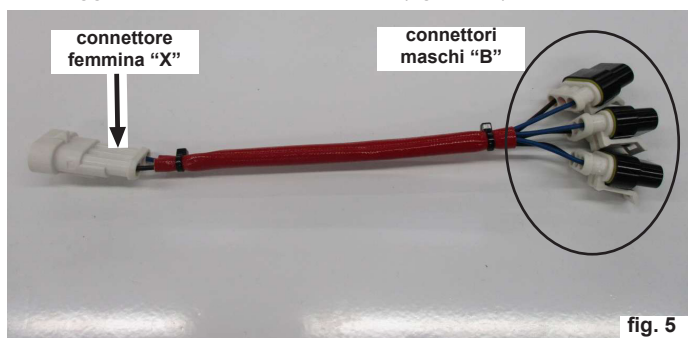

fig. 5
- Prendere il cablaggio collegamento resistenze (fig. 5) e collegare il connettore femmina "X" al connettore maschio "A" presente nel cablaggio alimentazione resistenza (fig. 2 e 6).
- Collegare il connettore femmina "Y" del cablaggio filo scaldante a un connettore maschio "B" del cablaggio collegamento resistenze (fig. 5 e 9).
- Collegare il connettore femmina "Z" del cablaggio con la resistenza in PTC ad un connettore maschio "B" del cablaggio collegamento resistenze (fig. 5 e 9).